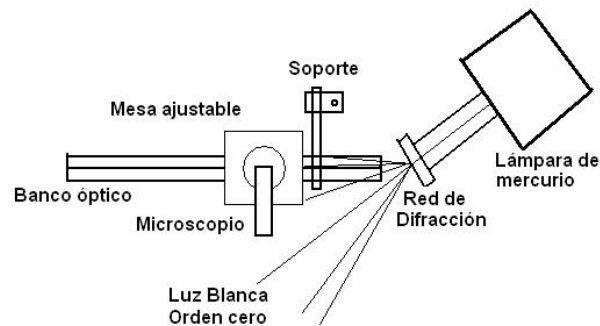

Figura 4. Vista superior del montaje para observar los anillos de Newton
1.3.- Alinee la lámpara de mercurio como en la Figura 4, de manera que la red de difracción esté alineada al banco óptico y la luz incida **paralela** al banco óptico. La luz de la lámpara debe pegar en el centro de la "placa divisora de haces" iluminando el centro del papel milimetrado. Para eso es necesario alinear la placa divisora de haces. (Son dos (2) ejes que hay que ajustar1)